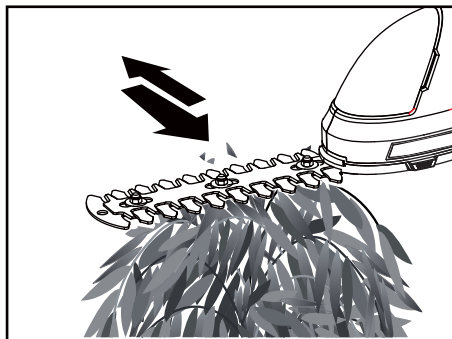

рис. 4
- Нажмите кнопку включения/выключения (5) и удерживайте их одновременно (рис.4).
- Отпустите предохранительный выключатель (3) и просто удерживайте кнопку включения / выключения (5) во время работы.